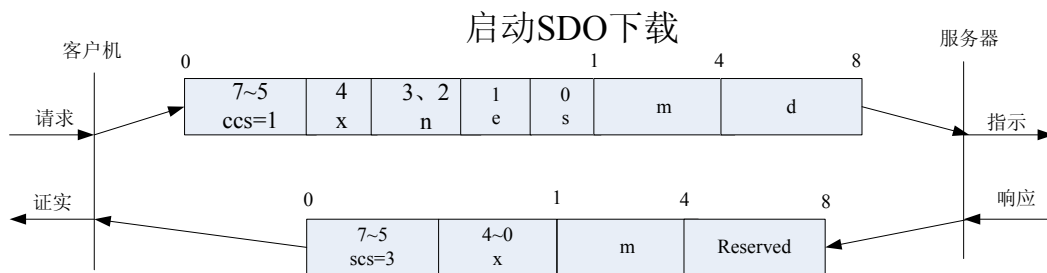

图 I -1 启动SDO下载协议
- 1) . 启动SDO下载协议（如图 I -1所示）
以下是图 I -1协议的SDO 命令字（SDO CAN报文的第一个字节）语法和细节说明：